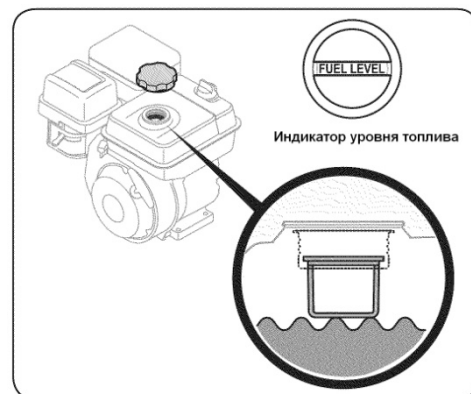

Рис.9
4. Заливайте бензин до того, как он достигнет отметки FUEL LEVER на индикаторе топлива. См. Рис. 9.